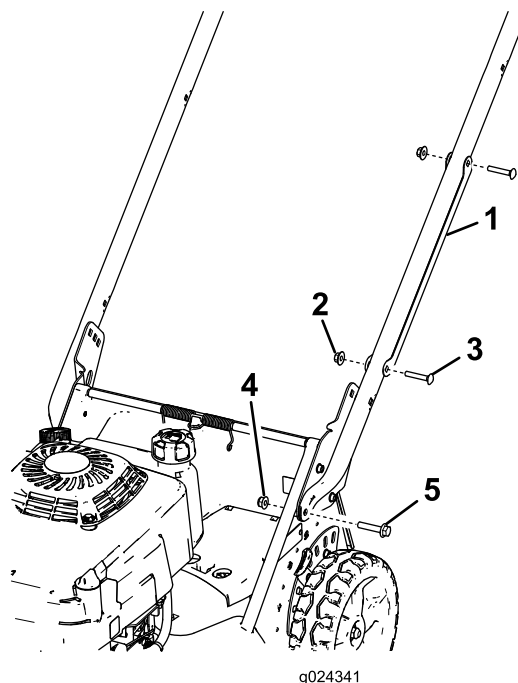

Figura 3
1. Rimuovete la protezione del cavo dalla stegola (Figura 3) togliendo i 2 bulloni a testa tonda e i 2 dadi di bloccaggio che tengono la protezione del cavo alla stegola.
2. Installate le estremità della stegola sull'alloggiamento del tosaerba con 2 bulloni flangiati a testa esagonale (5/16" x 1½") e 2 dadi flangiati (5/16") come mostrato in Figura 3.
1. Bullone a testa tonda (5/16" x 1½") (2)
2. Staffa della stegola (2)
3. Dado flangiato (5/16") (2)
7. Posizionate la protezione del cavo sulla stegola **con i(l) cavi(o) all'interno della protezione** e fissate la protezione stessa sulla stegola con i 2 bulloni a testa tonda e i 2 dadi di bloccaggio rimossi in precedenza (Figura 3).